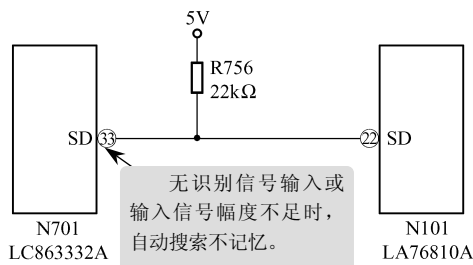

图 7-5 识别电路故障检修
信号识别电路主要由 N701③脚和 N101②脚及外接上拉电阻 R756 (22k $\Omega$ ) 组成, 如图 7-5 所示。在电路正常时, N701③脚对地正向阻值为 7.5k $\Omega$ , 反向阻值为 13.5k $\Omega$ , 但实际测量③脚正向阻值为 8.0k $\Omega$ 。在正常状态下自动搜索有信号进入时, ③脚电压在 0.3~0.6V 之间摆动, 正常收视时③脚电压为 0.5V, 拔去天线时为 0.4V。因而说明③脚外接元器件有故障, 但经反复检查未见异常。最后根据检修经验用一根导线将 N701③脚和 N101②脚直接连接后, 故障被排除。